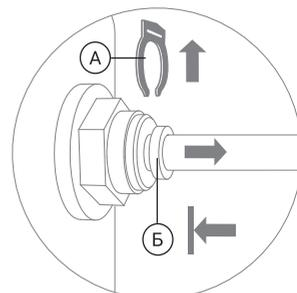

Рис. 11
- Отсоедините стопорную клипсу (А). Удерживая цанговое кольцо (Б) прижатым к основанию фитинга, потяните на себя трубку и аккуратно извлеките ее из фитинга (рис. 11).